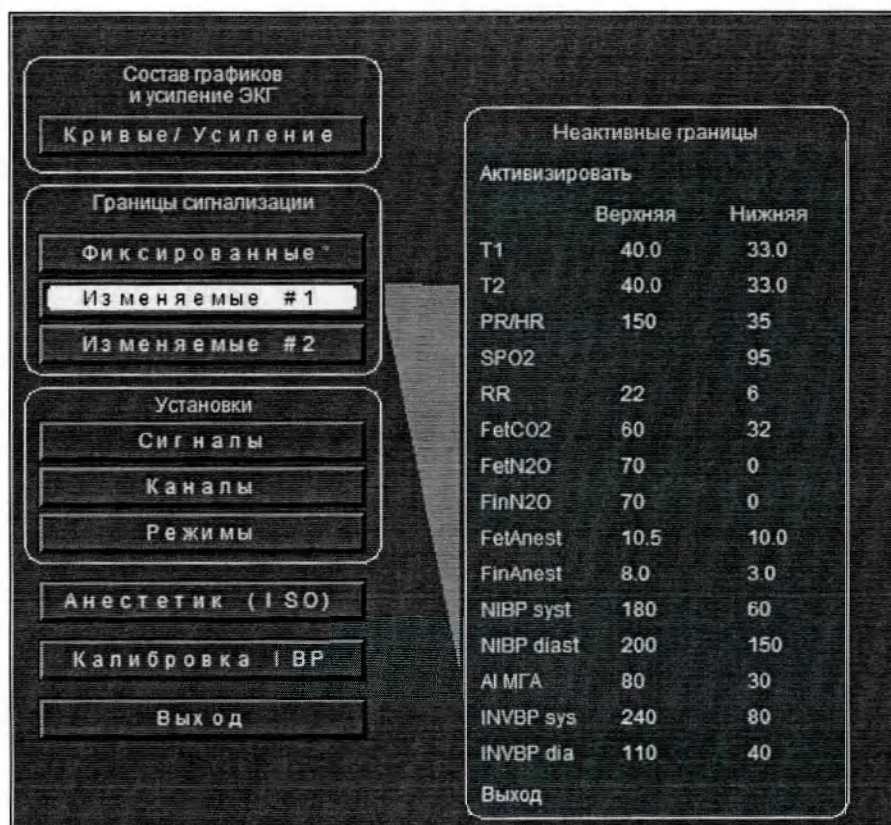

Рисунок 47 – Пример изменения границ сигнализации
- вращая ручку управления, выделите раздел «Границы сигнализации» и, нажав на ручку управления, войдите в подраздел «Изменяемые #1» (см. рис. 47);